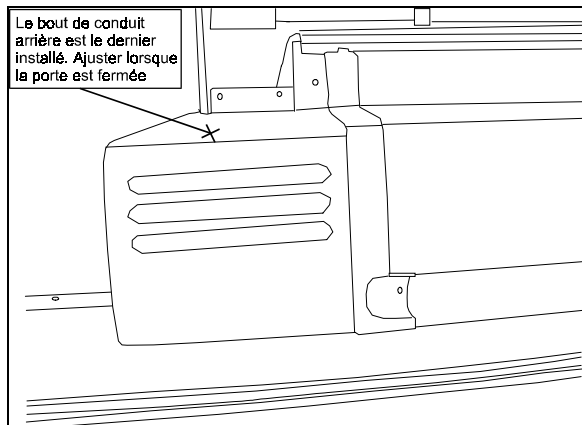

FIGURE 15
7. Fermer la porte et ajuster le bout de conduit pour avoir un jeu de 13 à 16 mm (voir la figure 15).